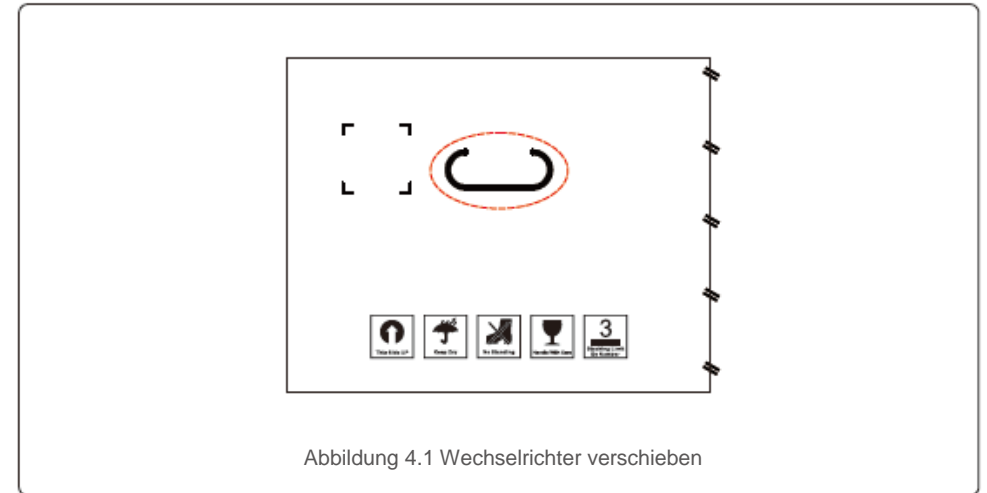

Abbildung 4.1 Wechselrichter verschieben
1. Die roten Ovale unten kennzeichnen Ausschnitte auf der Produktverpackung. Drücken Sie die Ausschnitte nach innen, um Griffe zum Verschieben des Wechselrichters zu bilden (siehe Abbildung 4.1).